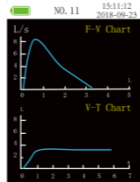

Figura 5 Diagramă debit-volum și Diagramă volum-timp
c. „Flow rate-volume chart” (Diagrama debit-volum) și „Volume-time chart” (Diagrama volum-timp) prezentate în Figura 5 vor apărea după apăsarea tastei UP (SUS) sau DOWN (JOS) în interfața principală a parametrilor; Figura 4 și Figura 5 sunt interfața principală.